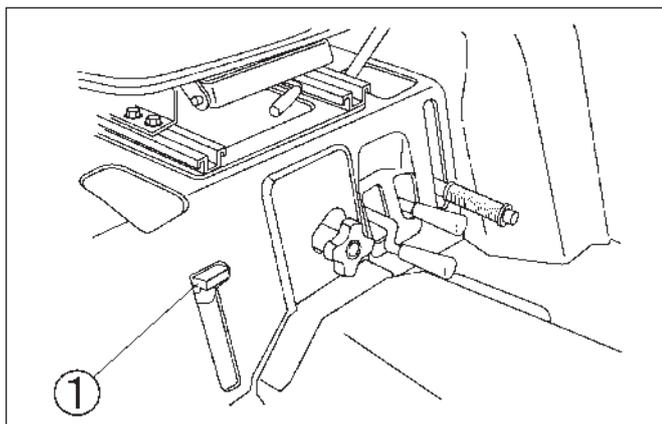

FIG. 4-25
**FIG. 4-25:** Quand le levier de blocage de différentiel, 1, est abaissé, les deux arbres d'entraînement sont verrouillés pour assurer une motricité identique aux deux roues arrière. Le blocage de différentiel est surtout intéressant pour rouler sur un sol meuble ou un terrain glissant.